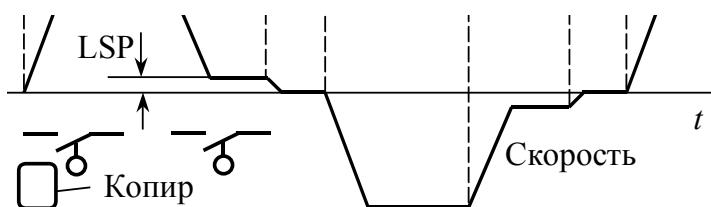

Рис. 9.9 Процесс позиционирования при коротких копирах
1. Копир настолько короток, что после остановки в крайнем положении оба концевых выключателя разомкнуты (рис. 9.9). Тогда при обратном движении копир еще раз замкнет и разомкнет оба выключателя (но в обратном порядке).